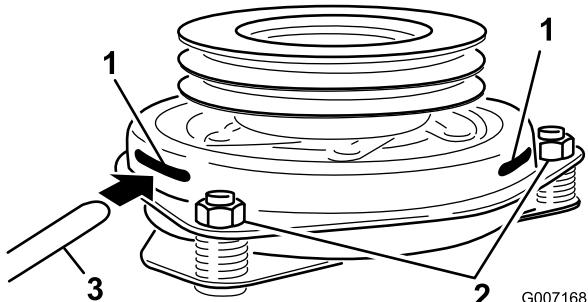

Figura 53
9. Introduzca una galga de 0,381–0,533 mm (0,015–0,021 pulg) por una ranura de inspección en el lateral del conjunto. Asegúrese de ubicarla entre las superficies de fricción del rotor y el inducido (Figura 53).
10. Apriete las contratuerca hasta fijar ligeramente la galga pero dejando que ésta se pueda mover con facilidad en la separación (Figura 53).